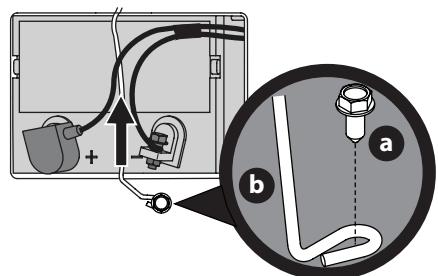

Figure 15
3. Retirez la vis à bride hexagonale (a) fixant le support de fixation de la batterie (b) au châssis. Relevez ensuite le support de fixation de la batterie (b) pour dégager la batterie (Figure 15).